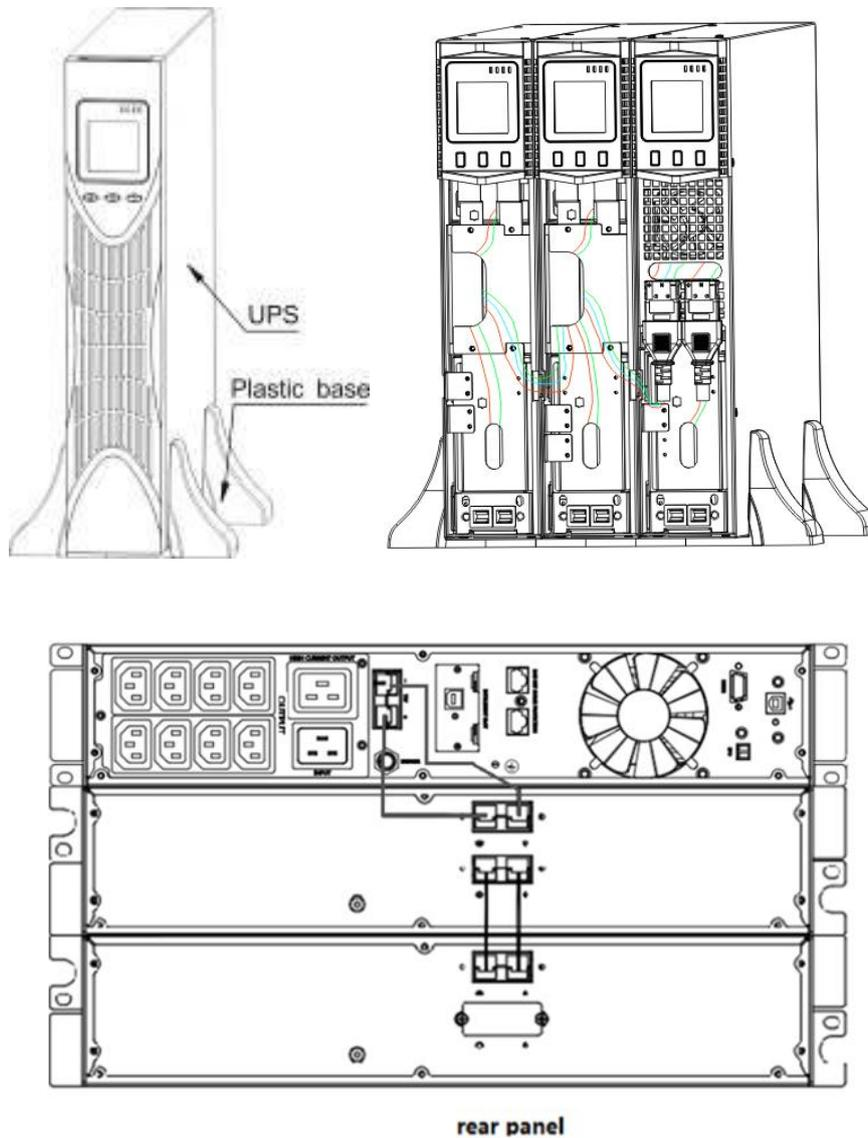

Abbildung 13
- Die Installation zwischen USV und EBP kann in Abbildung 13 dargestellt werden.
- a) Installieren Sie den Sockel und platzieren Sie die USV nacheinander auf dem Sockel, wie in Abb. 13 gezeigt.